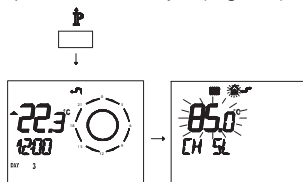

Fig. 2.46
- 1 Нажать на более чем на 3 секунды кнопку для входа в режим **ИНФОРМАЦИЯ** ( Fig. 2.46).